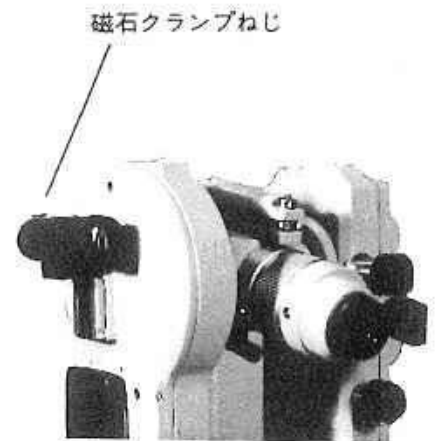

図34
棒磁石は、本体の付属品取り付け金具⑦に差し込み、磁石クランプねじをゆるめて磁石棒をフリーにさせ、指標の間に挟みこむようにします。この位置で望遠鏡正位の視準方向が磁北となります。使用後は、磁石クランプねじを締め、磁石棒を固定させて下さい。(図34)